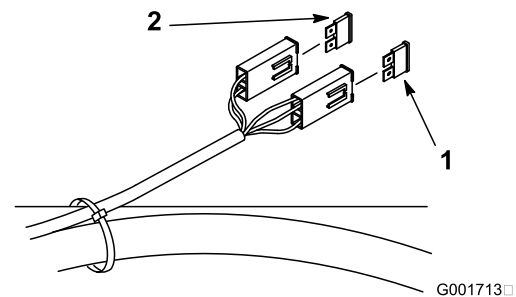

Figure 41
- Déverrouillez et soulevez le siège pour accéder au porte-fusibles (Figure 41).
- Remplacez le fusible (Figure 41).